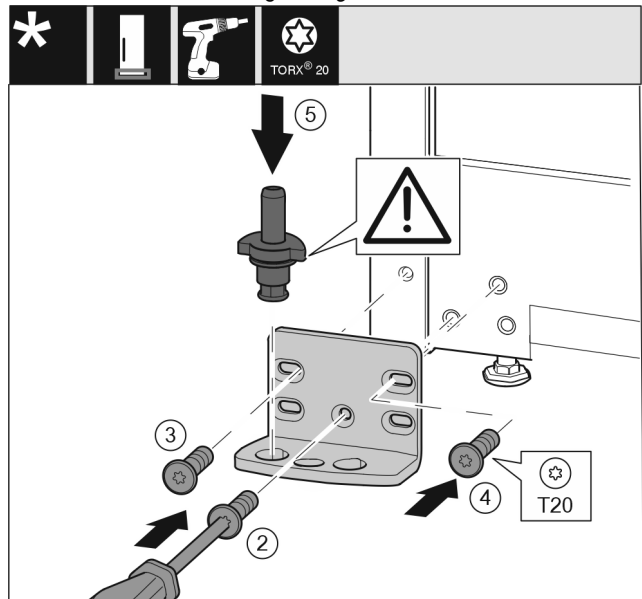

Fig. 15
- ▶ Sæt hængselkonsollen på i den anden side, og skru den fast med en skruetrækker T20. Begynd med skruen 2 fornedet i midten. Fig. 15 (2)
- ▶ Stram skrue(r)ne 3 og 4. Fig. 15 (3,4)
- ▶ Sæt hængselbolten helt i. Sørg i den forbindelse for, at låsekammen vender bagud. Fig. 15 (5)